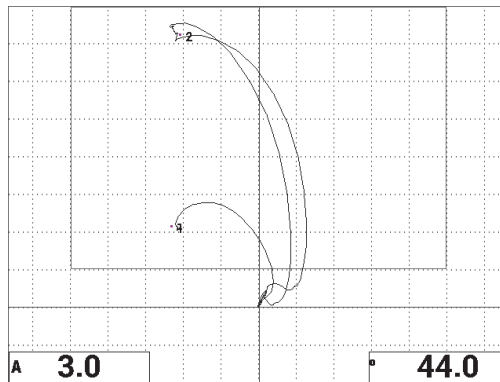

Figure 6-43 Deuxième balayage au-dessus des décollements
13. Appuyez sur la touche FULL NEXT (➡) pour afficher le plein écran, et puis balayez lentement au-dessus des décollements et assurez-vous que les points correspondent toujours au signal (voir la Figure 6-43 à la page 166).